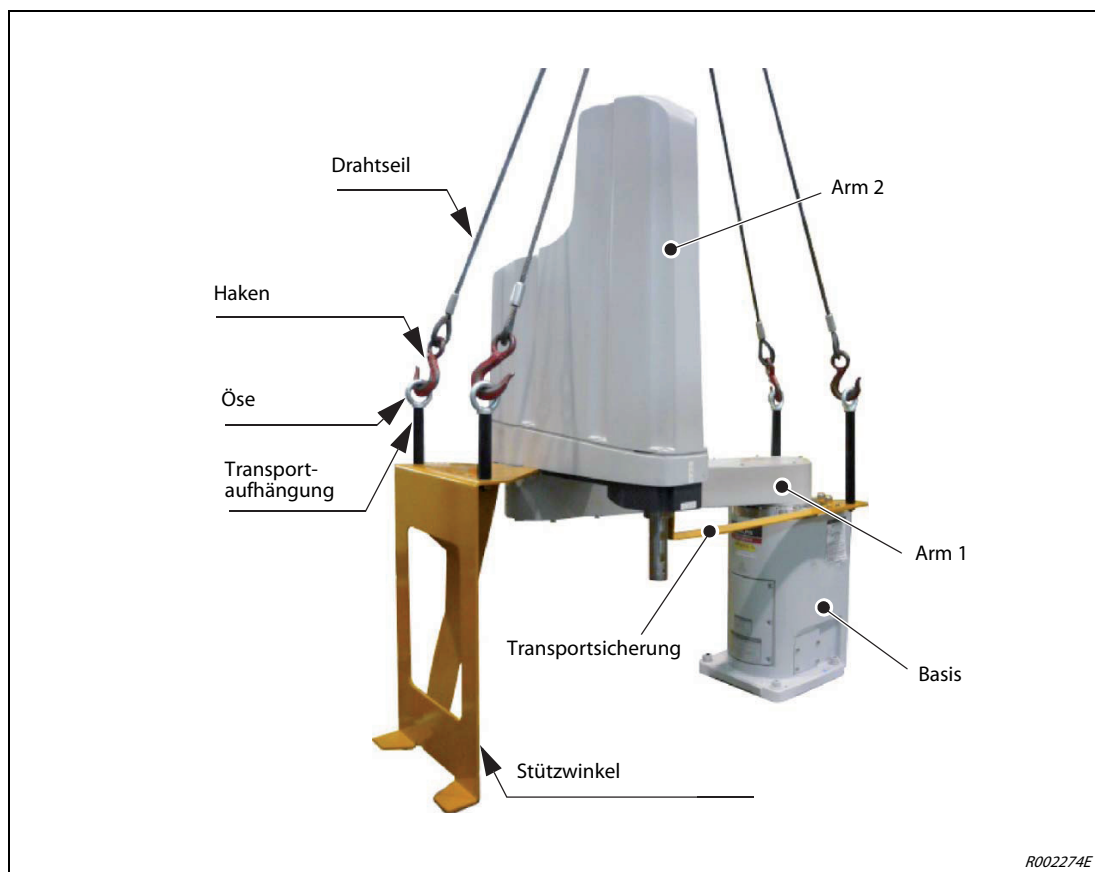

Abb. 3-8: Befestigung der Transportaufhängungen
- **Die Drahtseile des Krans müssen wie in Abb. 3-8 gezeigt geführt werden, da es sonst zu Störungen kommen kann.**